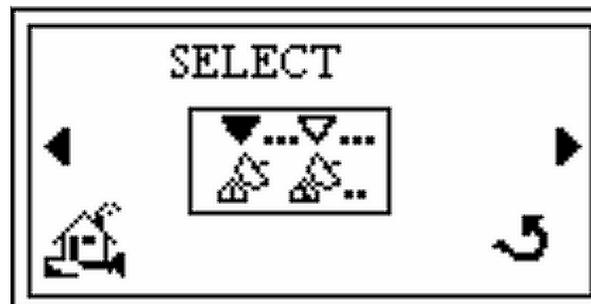

Abbildung 2-29 Auswahl-Bildschirm
4. Drücken von **Enter** und der *Auswahl-* Bildschirm erscheint (Abbildung 2-29).